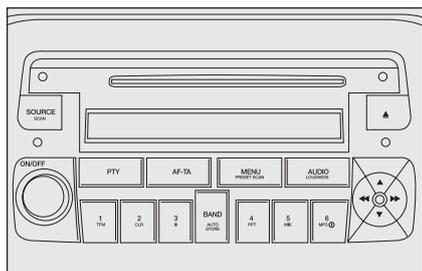

fig. 3
- con autoradio richiesta **fig. 3.**